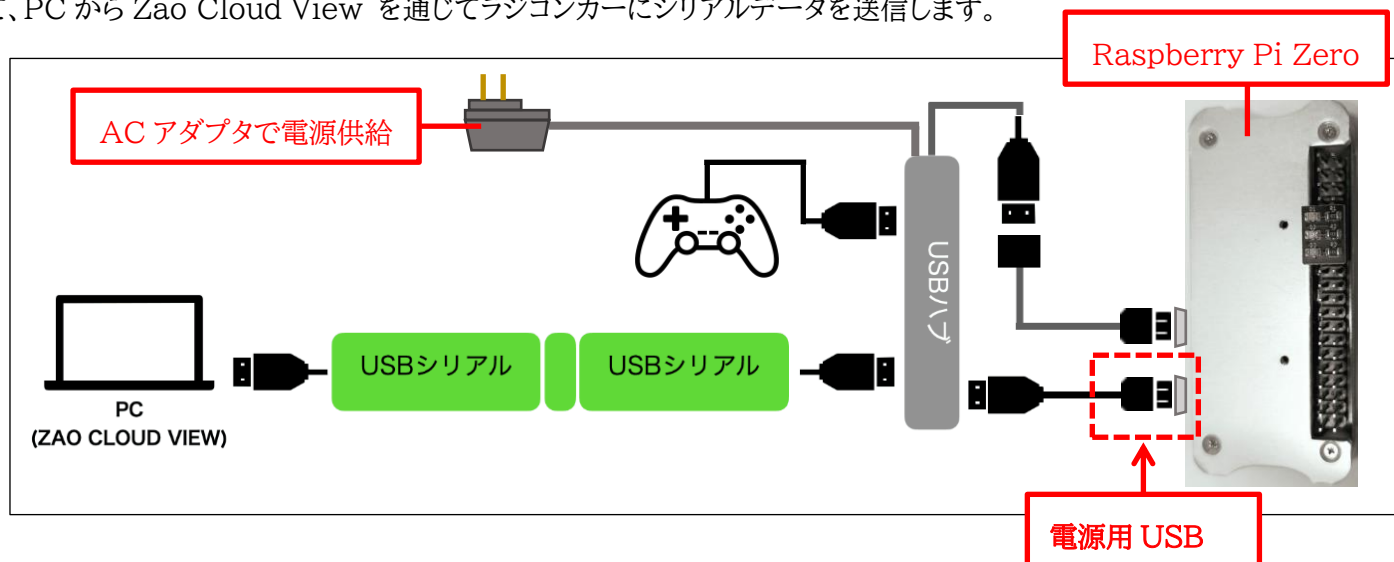

図 4-1 コントローラの接続イメージ
このスターターキットでは、Zao SDK のシリアルトンネリングの機能を使って、2 章で組み立てたラジコンカーを操作します。図 4-1 のように、スターターキットに同梱している Raspberry Pi Zero に USB ゲームパッド、シリアルケーブルを USB ハブに接続し、もう一方のシリアルケーブルを PC に接続します。この PC には 3 章で説明した Zao Cloud View をセットアップしておきます。USB ゲームパッドの信号をシリアルデータとして PC に送信して、PC から Zao Cloud View を通じてラジコンカーにシリアルデータを送信します。
4. 図 4-1、図 4-4、図 4-5 のように Raspberry Pi Zero 、PS5コントローラを USB ハブに接続して、PC と USB シリアル変換ケーブルで接続します。